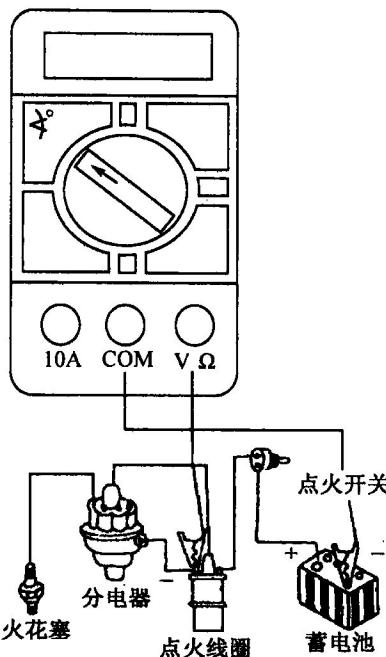

图2-2-5 闭合角的测量
a. 将黑表笔 (BLACK) 插入COM插孔, 红表笔 (RED) 插入WRY插孔 (如图2-2-5所示)。
**(6) 转速 (r/min)**